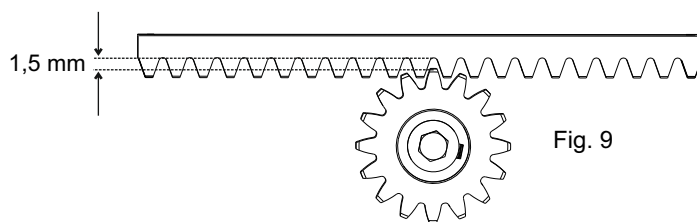

Fig. 9
**5.6.** Toda la cremallera va levantada de 1,5 mm para evitar que el peso de la cancela llegue hasta el piñon (Fig. 9),